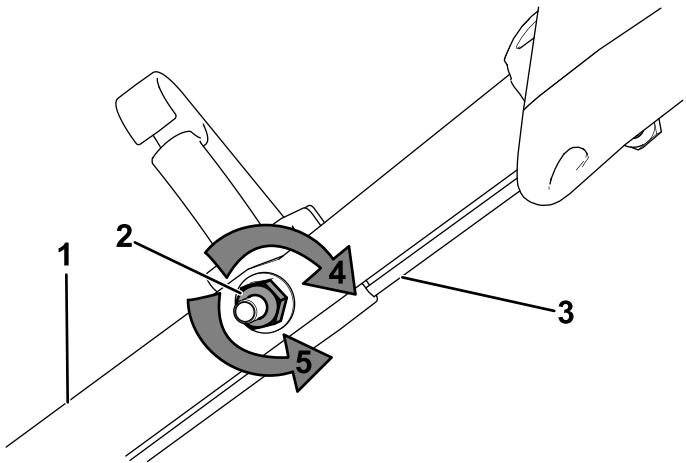

Figura 29
1. Rode a porca de ajuste no sentido contrário ao dos ponteiros do relógio para folgar o ajuste do cabo (Figura 29).
2. Ajuste a tensão do cabo (Figura 29) puxando-o para trás ou empurrando-o para a frente e mantendo a posição.